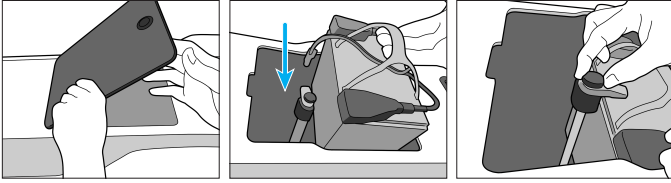

Abb. 1 Abb. 2 Abb. 3
2. Die Akkufachabdeckung entriegeln und abnehmen (Abb. 1).